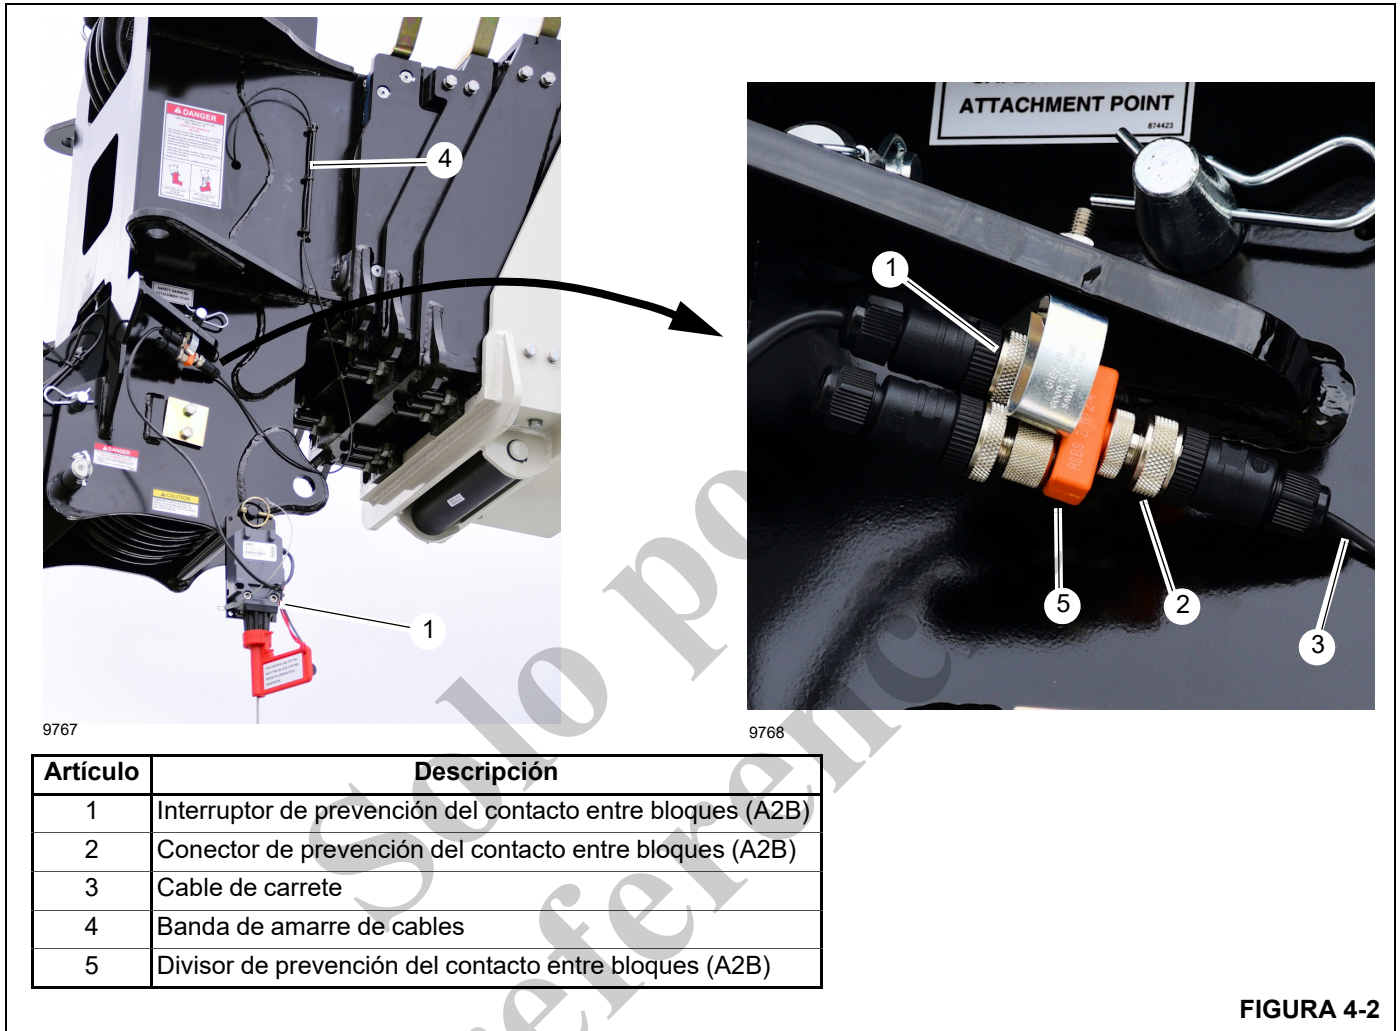

FIGURA 4-2
2. Desconecte y retire el interruptor de prevención del contacto entre bloques (A2B) (1, Figura 4-2).
3. Desconecte la conexión A2B (2) del carrete de cable del conjunto divisor de prevención del contacto entre bloques (A2B) (5) en la punta de la pluma.
4. Quite el conector de prevención del contacto entre bloques del cable del carrete (A2B) (3). El retiro del conec-
10. Añada el conector de prevención del contacto entre bloques (A2B) (2, Figura 4-2) al extremo del cable del carrete (3).
11. Conecte el conector del cable del carrete (2) al conjunto divisor de prevención del contacto entre bloques (A2B) (5).
13. Asegure el cable del carrete a la pluma con amarras de cable (4).